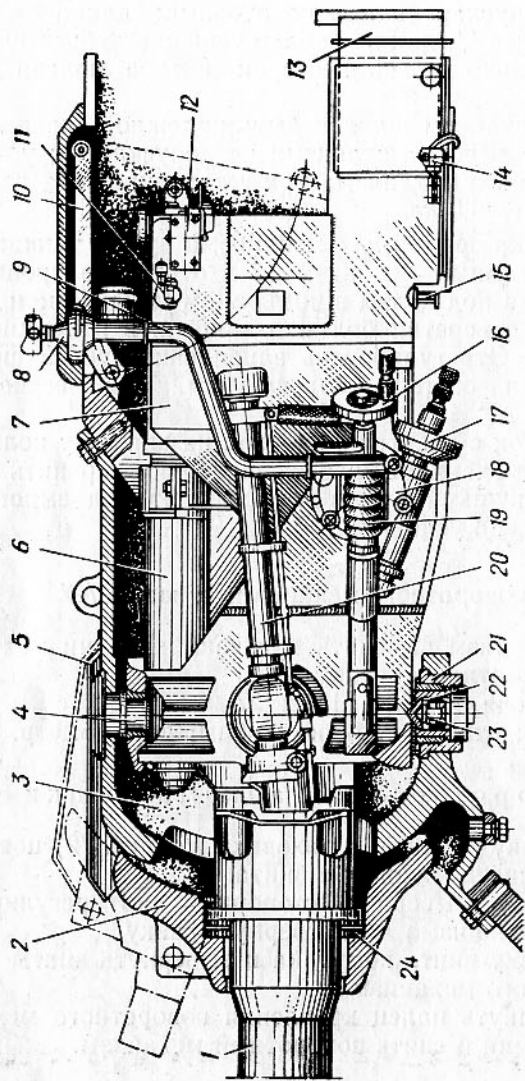

Рисунок 72. Установка пушки самоходно-артиллерийской установки СУ-100:
1. Отвернуть гайку крепления маховика 16 (рис. 72) поворотного механизма 19 и снять маховик с винта.
4. Нажать на стопор и подать выдвижное ограждение 13 (рис. 72) вперед. Застопорить ограждение стопором.